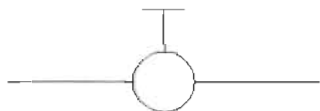

图 7-50
(1) 使用 Line (直线) 和 Circle (圆) 命令绘制一个如图 7-50 所示的图形。